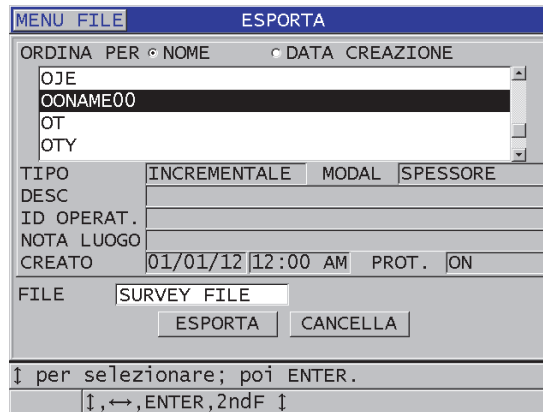

Figura 14-8 La schermata **ESPORTA**
5. Nella schermata **ESPORTA** (vedi Figura 14-8 a pagina 290):